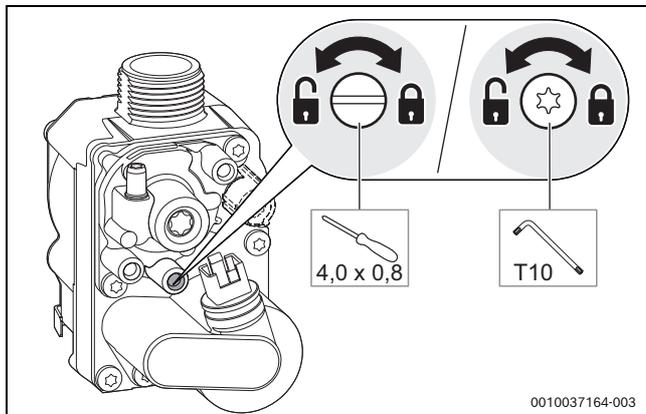

Bild 102 Gas-Anschlussdruck messen
- ▶ Schraube am Messstutzen für den Gas-Anschlussdruck 2 Umdrehungen lösen (→ Bild 102).